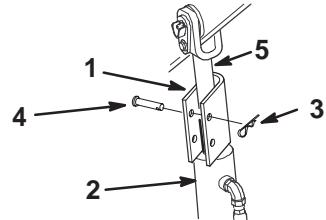

Figure 15
4. Posez un dispositif de verrouillage sur chaque tige de vérin (Fig. 15).
5. Fixez chaque dispositif à l'aide d'un axe de chape et d'une goupille fendue (Fig. 15).